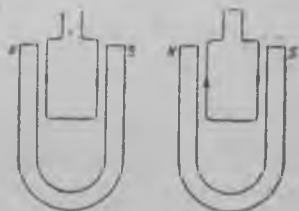

Рис. 119.
4. Магнитойн полюсойн кескес рипутах какси рамкуа (рис. 119). Токан направления нийс он озутетту стрелкойл. Куй рубизу лийккумах ёгахине нийс?
5. Определиэ токан направления рамкас (рис. 119), кудама пўбриу магнитнойс поляс чуасуң стрелкан мугах.